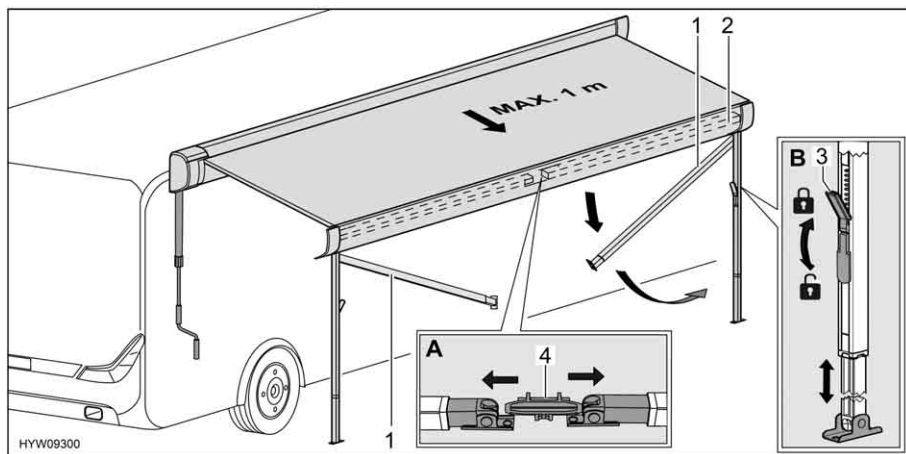

Fig. 45 Preparazione dei montanti di supporto
- Sbloccare i montanti di supporto (Fig. 45,1) dal supporto (Fig. 45,4) nel listello anteriore (Fig. 45,2). A tale scopo, premere leggermente verso l'esterno i montanti di supporto (Fig. 45,A).
- Allentare i bloccaggi (Fig. 45,3) dei montanti di supporto. A tale scopo, ripiegare la leva di serraggio verso il basso.
- Estrarre la parte inferiore dei montanti di supporto fino alla lunghezza desiderata (Fig. 45,B).
- Chiudere i bloccaggi (Fig. 45,3) dei montanti di supporto. A tale scopo, tirare verso l'alto la leva di serraggio.